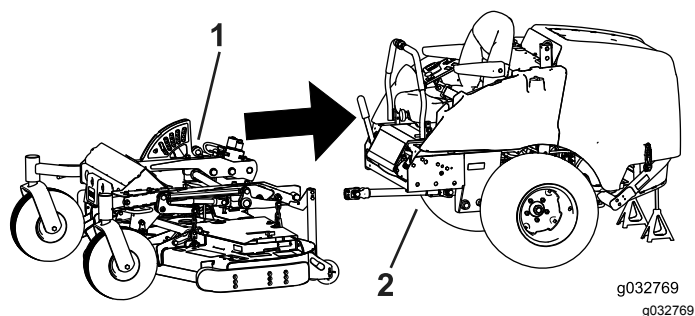

Figure 119
1. Alignez le cadre d'été sur le cadre de la machine, et faites-le rouler en arrière (Figure 119).